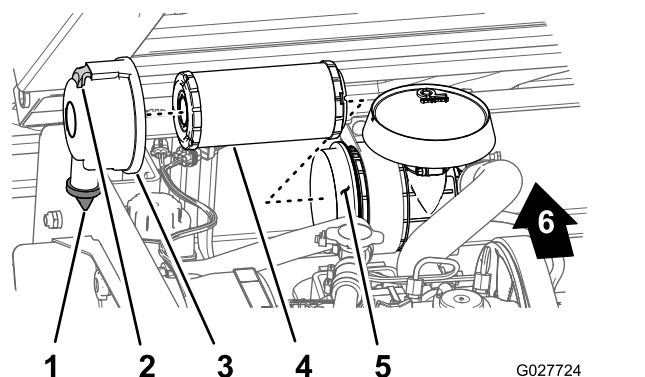

Figure 29
2. Vérifiez si le boîtier du filtre à air présente des dommages susceptibles d'occasionner des fuites d'air (Figure 29).
3. Tirez le dispositif de verrouillage vers l'extérieur et tournez le couvercle du filtre à air dans le sens antihoraire (Figure 29).
5. Sortez l'élément filtrant du boîtier du filtre à air (Figure 29) avec précaution pour ne pas déloger trop de poussière.
1. Nettoyez l'orifice d'éjection des impuretés situé sur le couvercle du filtre à air (Figure 29).
2. Retirez la valve de sortie en caoutchouc du couvercle, nettoyez la cavité et remettez la valve en place (Figure 29).
3. Insérez l'élément filtrant dans le boîtier du filtre à air en appuyant sur le bord extérieur de l'élément pour l'engager parfaitement dans le boîtier (Figure 29).
4. Alignez le couvercle du filtre à air sur le boîtier en orientant la valve de sortie en caoutchouc vers le bas, à peu près entre les positions 5 heures et 7 heures vu de l'extrémité, comme montré à la Figure 29.
5. Fixez le couvercle au boîtier avec les verrous (Figure 29).